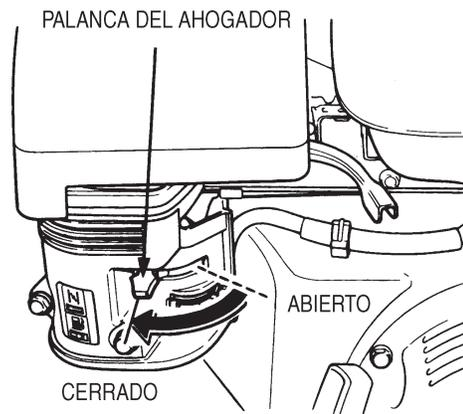

Figura 26. Palanca del ahogador del motor
3. Coloque la **palanca del ahogador** (Figura 26) en la posición "OPEN" "ABIERTO".
5. Si el motor ha arrancado, lentamente regrese la palanca del ahogador (Figura 26) a la posición de **CLOSED CERRADO**. Si el motor no ha arrancado repita los pasos del 1 al 4.